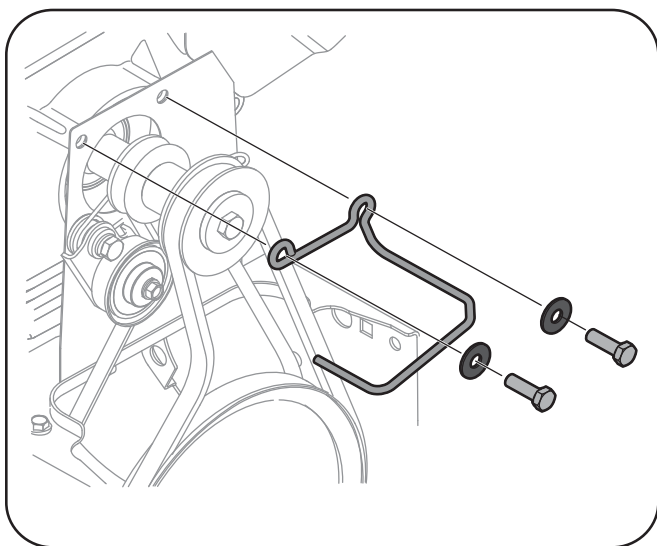

Figure 7-2
3. Retirez le protecteur de la courroie de fil en enlevant les deux boulons à tête hexagonale et les rondelles plates. Voir Figure 7-2.